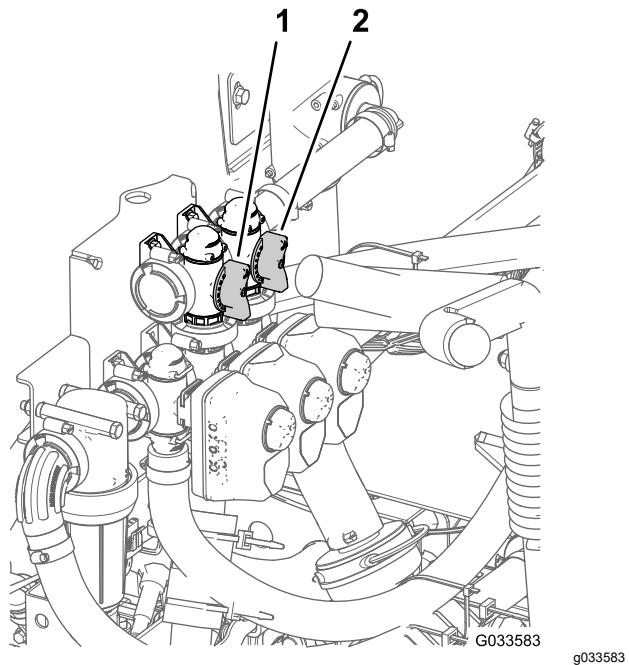

Figure 87
- Réglez la vanne de dérivation (Figure 87) à l'arrière de la vanne d'agitation jusqu'à ce que la pression indiquée soit 6,9 bar.
- 8. Déplacez plus ou moins la poignée de dérivation générale des sections de manière à réguler l'agitation à l'intérieur de la cuve (**Figure 87**).